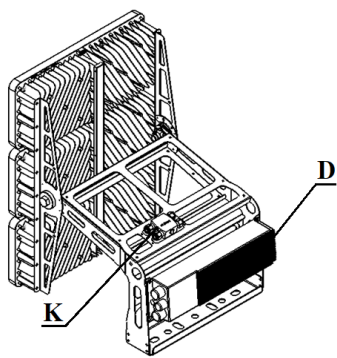

Рис.9
Для прожекторов допускается вынос драйвера на расстоянии до 200 м от световой части прожектора. Для выноса драйвера (источника питания) необходимо произвести отключение кабеля питания светодиодов между драйвером (D) и коммутационной коробкой (K) рис.9, произвести его демонтаж с лиры прожектора, отнести на расстояние, не превышающее 200 м и произвести подключение драйвера к светодиодным модулям соединительным кабелем, соблюдая полярность подключения, где V1, V2, V3 – клеммы подключения светодиодного блока.